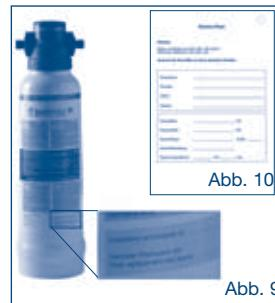

Abb. 10
2. Vor der Installation der Filterkerze das Datum der Installation sowie das Austauschdatum (spätestens nach 12 Monaten) auf das Typenschild des Filters schreiben (siehe Abb. 9) oder vor der Installation der Filterkerze den optional erhältlichen Service-Pass (siehe Abb. 10) vollständig ausfüllen und mit dem Kabelbinder am Filterkopf fixieren.